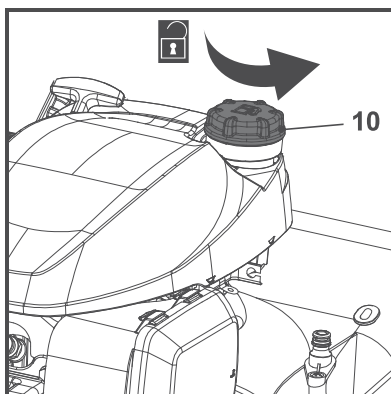

Fig. 6
3. Desaperte e remova a tampa do depósito de combustível (10) (Fig. 6).